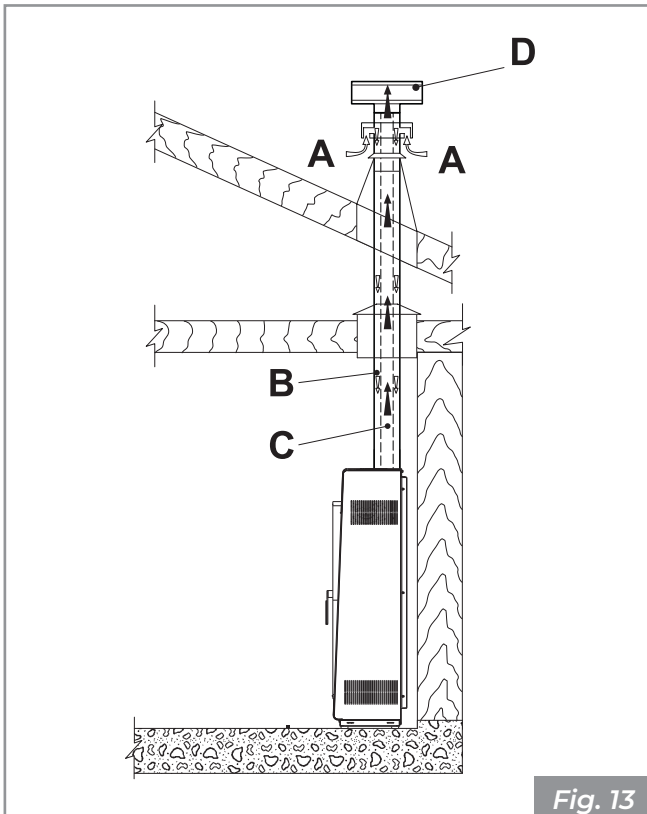
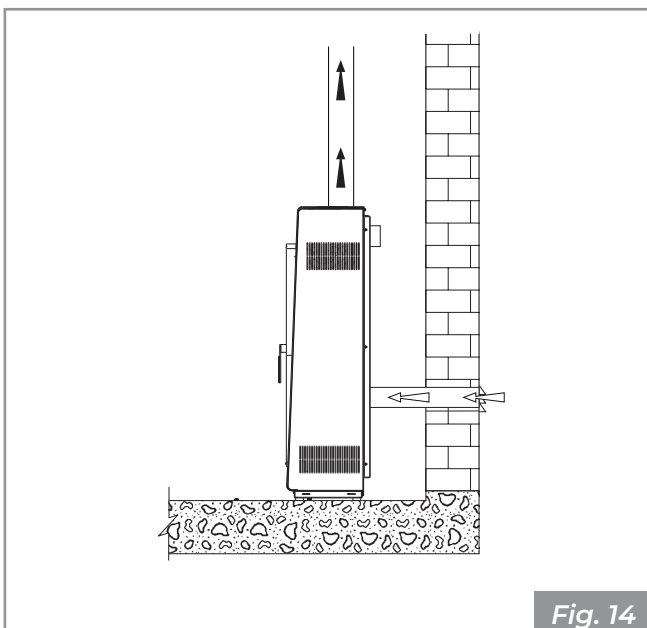

Fig. 13
Fig. 14
- provenir directement de l'extérieur avec un branchement direct à la chambre de combustion (**Fig. 13 - Fig. 14**).
- canaliser l'air de combustion en utilisant un tube d'échappement coaxial pour l'expulsion de la fumée et le prélèvement de l'air (**Fig. 13** - **A, B** = Entrée air, **C, D** = Sortie fumée) ; par conséquent, il n'est pas nécessaire de réaliser une prise d'air classique dans la pièce ;
- brancher l'arrivée de l'air de combustion de l'appareil à la prise d'air à l'aide d'un conduit (**Fig. 14**).